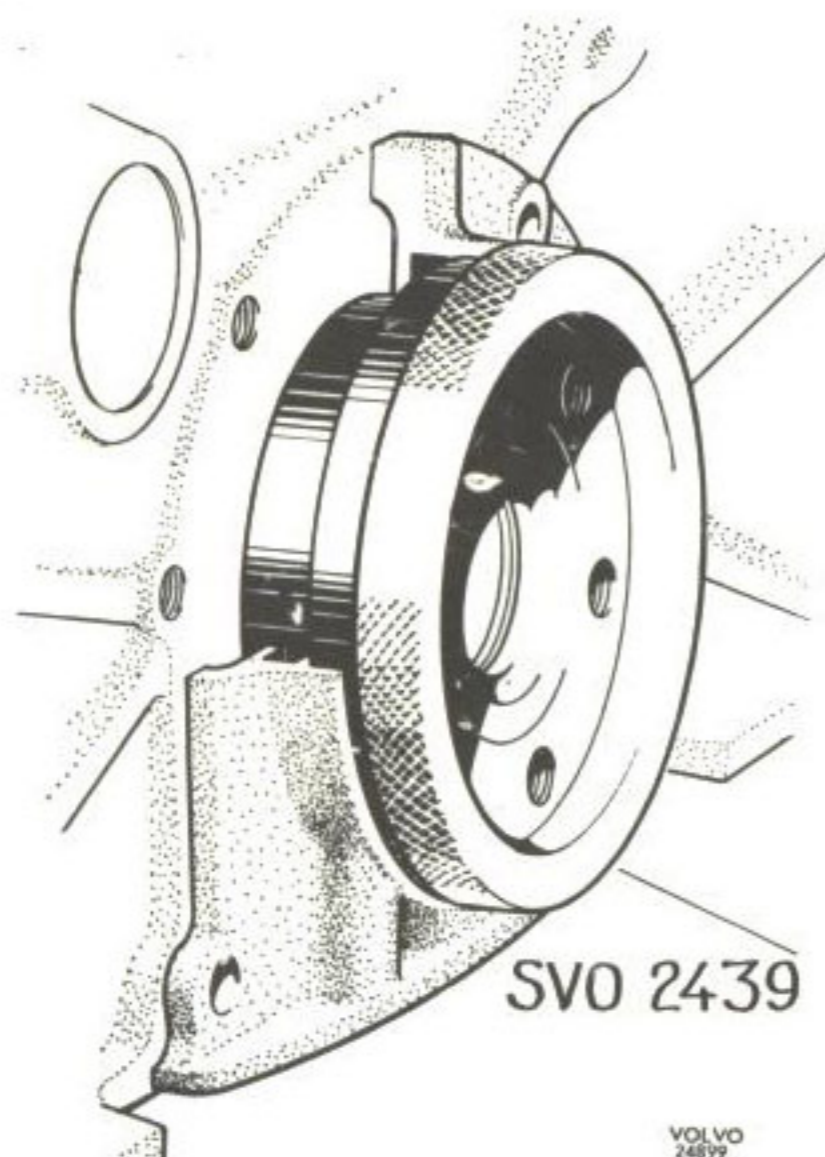

Bild 41. Centrering av bakre tätningsslans
3. Centra flänsen med centrerhylsa SVO 2439, bild 41. Vrid hylsan runt under fastdragning av skruvarna och justera flänsens läge om hylsan låser fast. Kontrollera att flänsen ligger plant mot blocket på undersidan.